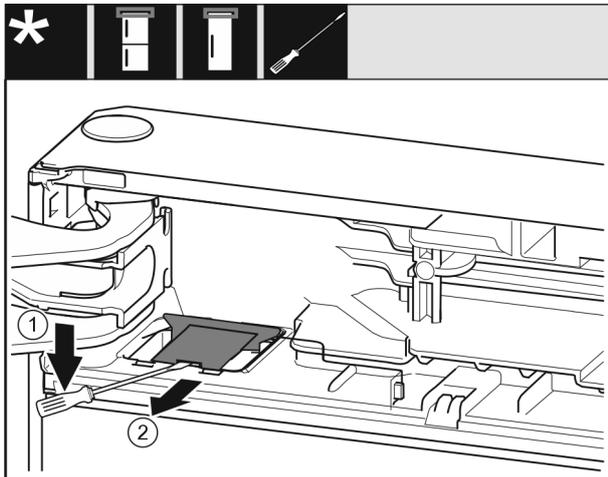

Fig. 11
- ▶ Используя шлицевую отвертку, отцепите крышку Fig. 11 (1).
- ▶ Извлеките крышку Fig. 11 (2).